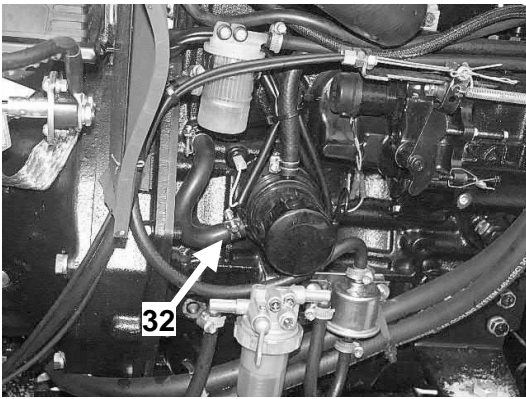

Abb. E-26 Ablasstelle der Kühlflüssigkeit aus dem Motorblock. (32)
Um die Kühlflüssigkeit vom Kühler herabzulassen, Klemmschelle lösen, Gummileitung aus dem Kühlersutzen (32) abnehmen Abb. E-26.